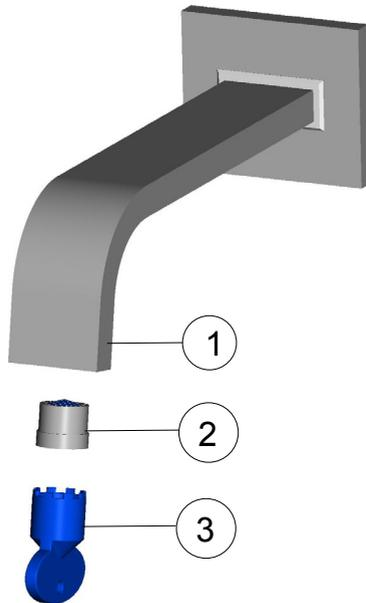

Fig.4
Per la sostituzione dell'aeratore Cachè procedere nel modo seguente (v. Fig.4):
- a)** unscrew, by turning in counter-clock-wise direction, the aerator (2) from the spout (1) by using the special key (3) included in the box (Fig.4);